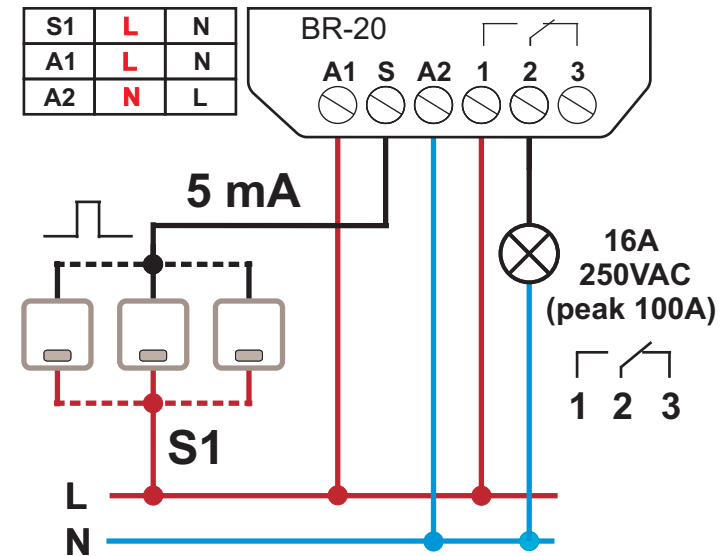

Abb. 3. Ein beispielhaftes Diagramm des Anschlusses des BISTABILEN RELAIS BR-20 mit einer Tabelle möglicher Verbindungsvarianten.
2. Schließen Sie das RELAIS gemäß einem der Diagramme (Abb. 3, Abb. 4) in den folgenden Optionen an: